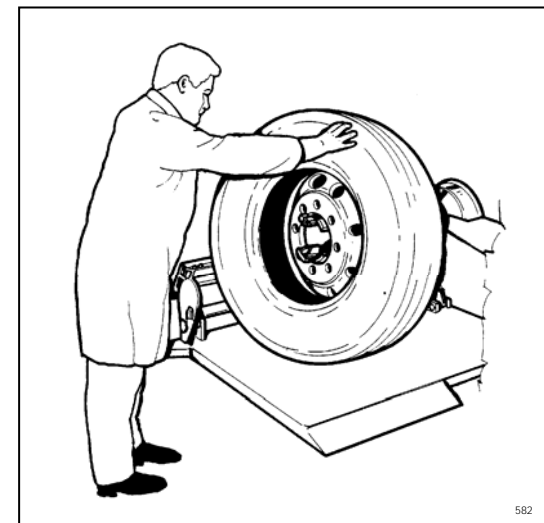

Fig.22
8. Move to the front of the tire and hold it with both hands in the last part of demounting operation to prevent the tire from falling or rolling away out of control (Fig.22).
8. *Se placer face au pneu et le retenir des deux mains dans la phase finale du démontage pour éviter qu'il ne tombe ou ne roule de façon incontrôlée (Fig.22).*
8. Sich gegenüber vom Reifen aufstellen und diesen in der Endphase der Demontage mit beiden Händen festhalten um zu verhindern, daß der Reifen herunterfällt oder unkontrolliert wegrollt (Abb.22)
Liberally lubricate the entire inner surface of the rim and the tire beads. Attach the mounting clamp (Fig.22) to the outer rim flange with the valve at 11 o'clock and the clamp at 12 o'clock.